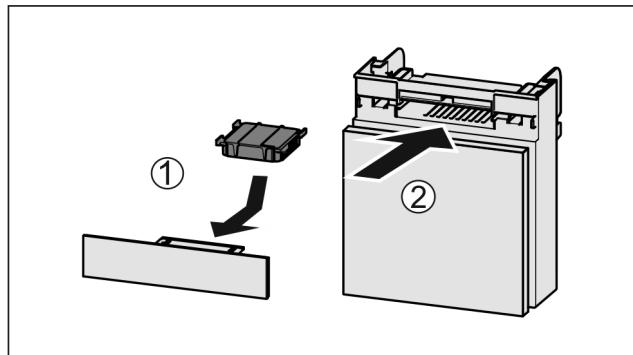

Fig. 74
- Aktivkohlefilter nach Abbildung einsetzen Fig. 74 (1).
Fach einschieben Fig. 74 (2).